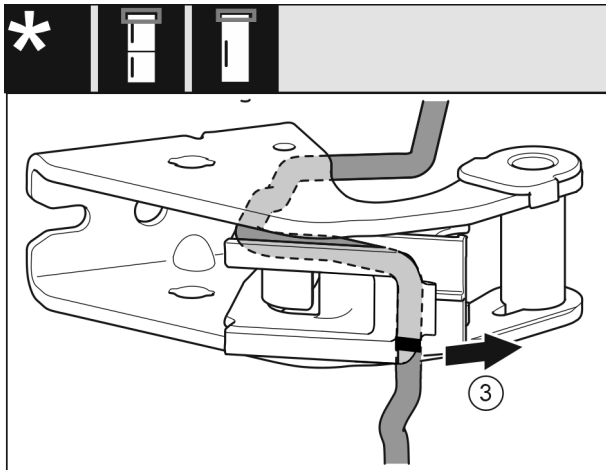

Fig. 25
- ▶ Démontez du support de palier le câble avec le support de câble. *Fig. 25 (3)*